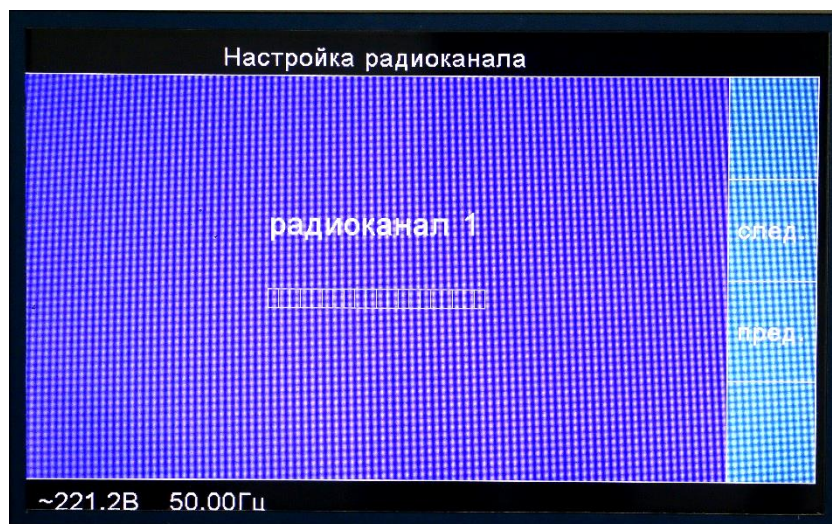

Рис.9.2.
9.3.6. Включить питание основного блока и с помощью кнопок «» или «» блока управления (рис. 4.2 поз.2) установить курсор на строку меню «Настройка радиоканала». Далее необходимо нажать кнопку «ВЫПОЛНИТЬ». На экране появится заставка, приведенная на рис.9.2. С помощью кнопок, расположенных рядом с надписями «СЛЕД.» и «ПРЕД» выбираем необходимый радиоканал.